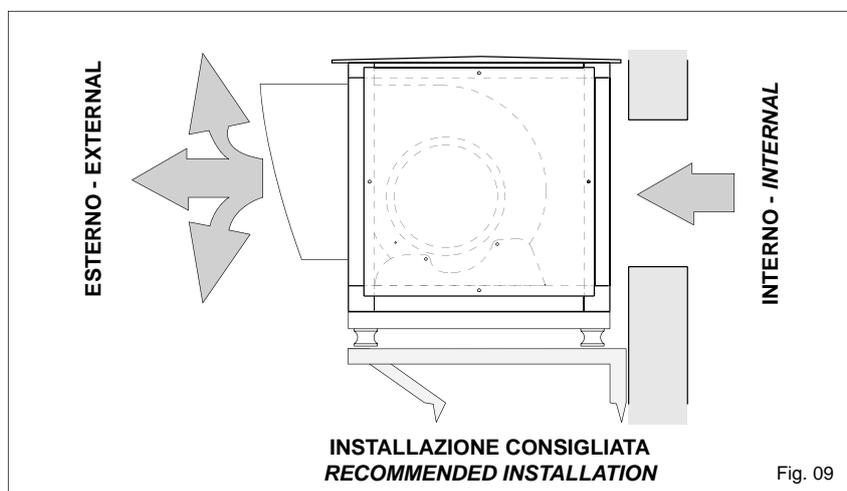

Fig. 09
4) Installazione all'esterno dell'edificio con staffe di supporto ammortizzate, tettuccio in lamiera zincata o preverniciata per la protezione dagli agenti atmosferici e griglia di protezione con tettuccio in lamiera zincata (fig. 09).
4) Outdoor installation with shock-absorbing mounting brackets, galvanized or pre-painted sheet metal canopy to protect from the elements and protective grille with galvanized sheet metal canopy (Fig. 09).